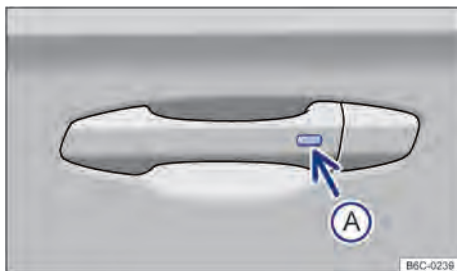

Fig. 56 Na maçaneta da porta: botão para destravar ou travar.
- 1 Pressionar o botão → Fig. 56(A) no lado externo da maçaneta da porta.
- 2 Pressionar o botão → Fig. 56(A) no lado externo da maçaneta da porta.
- Dentro de 5 segundos, pressionar o botão no lado externo da maçaneta da porta → Fig. 56(A). Assim, não agarrar na maçaneta da porta. O sistema de travamento e partida Keyless Access sem chave está temporariamente desativado.